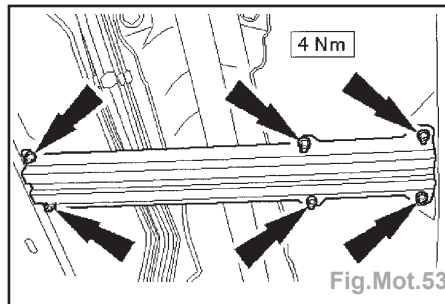

Fig.Mot.53
- Déposer la traverse de panneau de plancher (flèches) (Fig.Mot.53).